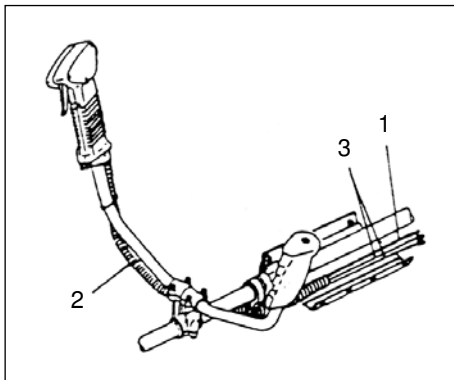

Fig.1-3B
För in kortslutningskablar (3) och gasspjällets ledning (1) genom skyddsröret (2) och frigör därefter ändkudden. (Fig. 1-3B)